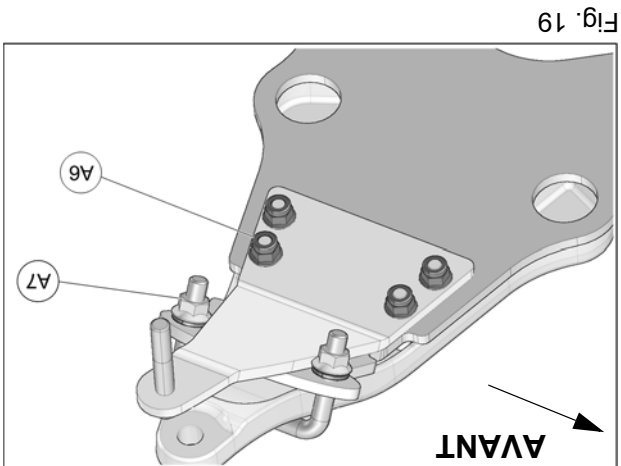

Fig. 27
**ATTENTION:** Soyez vigilant lors du basculement de la boîte de chargement lorsque le véhicule est équipé d'un système de chenille; l'amplitude est limitée, il y a un risque de contact entre le panneau et les chenilles arrière. Voir Fig. 27.